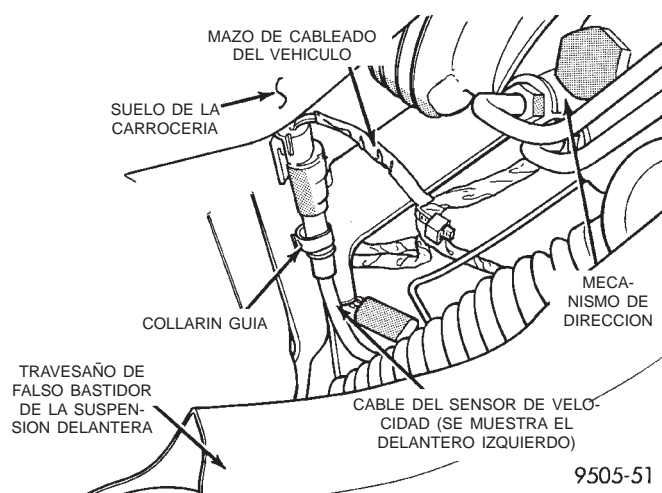

Fig. 36 Conexión del cable del sensor de velocidad al mazo de cableado
(1) Eleve el vehículo en gatos fijos o centrado en un elevador de contacto de bastidor. Para informarse sobre el procedimiento de elevación requerido que debe utilizarse en este vehículo, consulte Elevación en la sección Lubricación y mantenimiento de este manual.
(2) Retire el conjunto de rueda y neumático del vehículo.
(3) Desenchufe el conector del cable del sensor (Fig. 36) del mazo de cableado del vehículo. Retire el collarín (Fig. 36) que fija el conector del cable del sensor de velocidad a la carrocería del vehículo.
(1) Conecte el conector del cable del sensor de velocidad de rueda en el mazo de cableado del vehículo (Fig. 36).